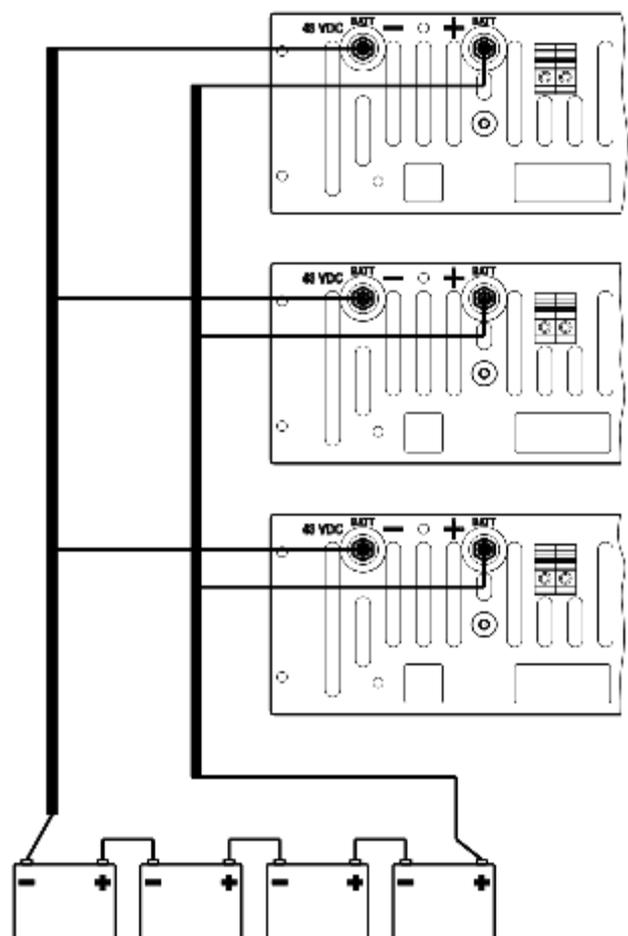

Рис. 7. Підключення батареї за допомогою шини
- Рис. 7),
- Рис. 7. Підключення батареї за допомогою шини);